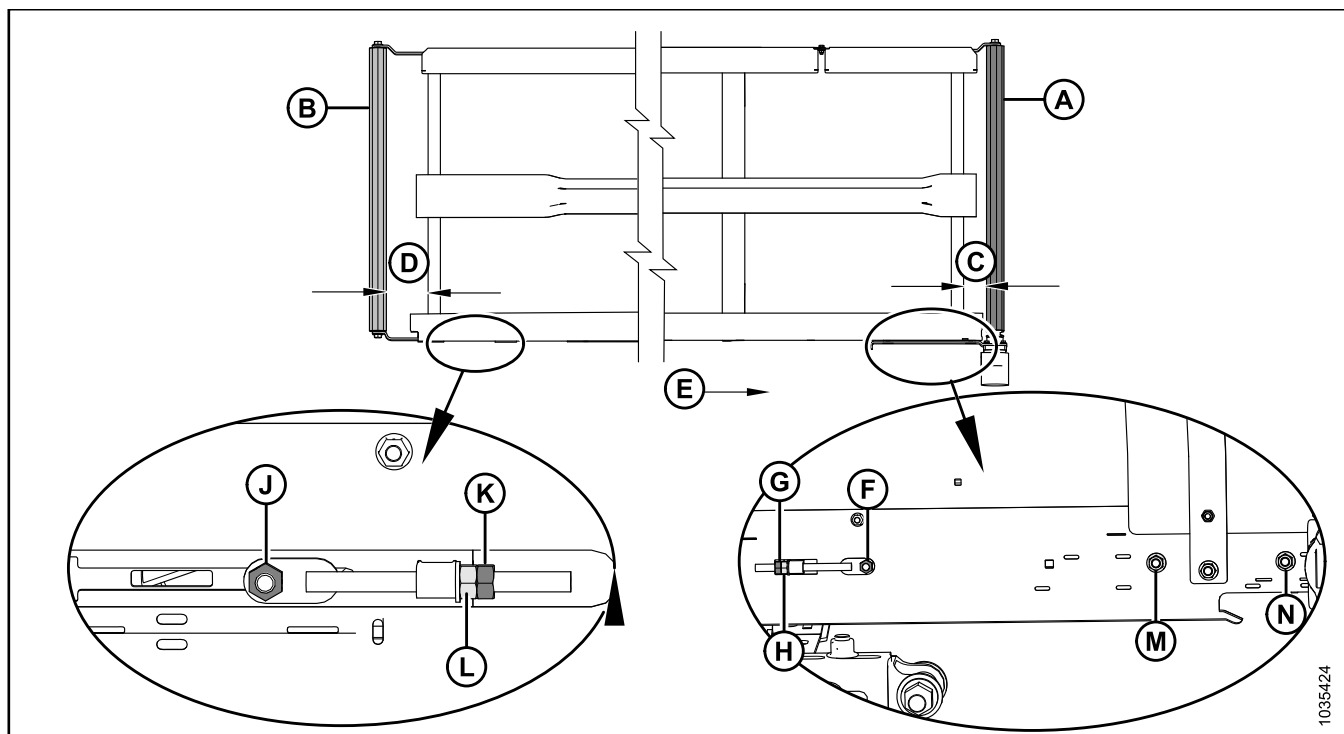

Рисунок 4.233: Регулировка хода полотна — левое полотно
2. Отрегулируйте приводной ролик (А), чтобы изменить параметр С (см. таблицу 4.2, страница 433 и рисунок 4.233, страница 433), выполнив следующее.
- a. Ослабьте гайки (F), (M) и (N), а также контргайку (G).
- b. Поверните регулировочную гайку (H).
- c. Затяните гайки (F), (M) и (N), а также контргайку (G).
3. Отрегулируйте натяжной ролик (В), чтобы изменить параметр D (см. таблицу 4.2, страница 433 и рисунок 4.233, страница 433), выполнив следующее.
- a. Ослабьте гайку (J) и контргайку (K).
- b. Поверните регулировочную гайку (L).